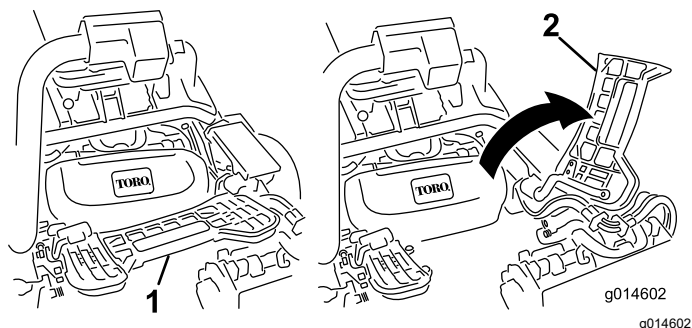

Figura 57
2. Eleve o apoio de pé e incline-o para aberto, permitindo o acesso à posição da unidade de corte central (Figura 57).